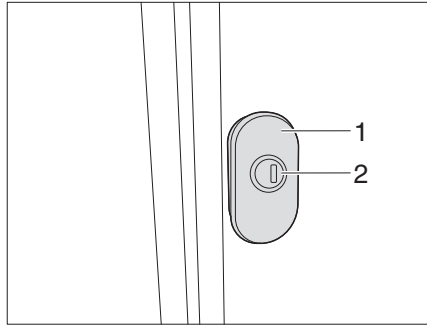
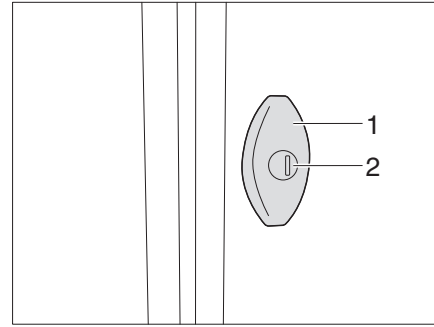

Bild 54 Drehspannschloss (Variante 1)
Bild 55 Drehspannschloss (Variante 2)
- Schlüssel in Schließzylinder (Bild 54,2/Bild 55,2) stecken und eine viertel Umdrehung drehen. Das Klappenschloss ist entriegelt.
- Am Drehspannschloss (Bild 54,1/Bild 55,1) ziehen und um 180° im Gegenuhreigersinn drehen. Die Außenklappe ist geöffnet.
- Drehspannschloss (Bild 54,1/Bild 55,1) im Uhrzeigersinn um 180° drehen. Die Klappe wird an die Dichtung gezogen.
- Schlüssel in Schließzylinder (Bild 54,2/Bild 55,2) stecken und eine viertel Umdrehung drehen. Das Klappenschloss ist verriegelt.